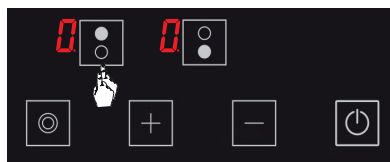

Figure 6
2. Appuyez sur la touche de sélection de la plaque de cuisson pertinente. L'icône  s'affiche dans la plaque de cuisson pertinente quand vous la touchez pour la première fois. (Voir Fig. 6)